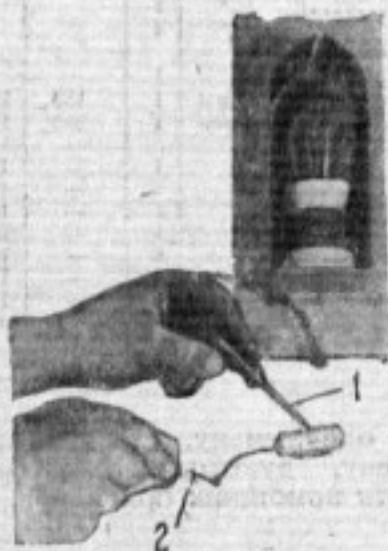

Рис. 1. Проверка конденсатора неоновой лампы
эбонитовой или резиновой трубке. Второй провод от сети (—) также оканчивается острым наконечником в изоляционной оправе. Острые наконечники 1 и 2 (рис. 1) включаются на обкладки проверяемого конденсатора. Если конденсатор пробит, то неоновая лампа дает полное яркое свечение, а осветительная горит. Если в конденсаторе имеется плохое соединение обкладок с корпусом или выводной клеммой (обрыв), то осветительная лампа не будет гореть, а неоновая — давать свечения. При проверке конденсатора, имеющего плохую изоляцию (утечку), неоновая лампа будет давать слабое свечение или же часто «мигать».
3) **Обрыв бронированного провода.** При этой неисправности двигатель не заводится. Необходимо вынуть бронированный провод из корпуса распределителя или корпус распределителя отвернуть с наконечника бронированного провода. Включив вольтметр или осветительную лампочку одним проводом на пружинный наконечник бронированного провода, а другим на массу, — включить зажигание. Если провод имеет обрыв, — вольтметр не будет давать показания, а лампочка не будет гореть. Так как при этой проверке кроме обрыва в бронированном проводе может оказаться, что неисправен замок зажигания или же нет плотного контакта между пластинками выключателя, то необходимо точно выяснить, в чем заключается неисправность и определить ее место, т. е. в бронированном проводе она или в замке-выключателе. Для этого можно применять кроме автомобильной также неоновую или осветительную лампочку сети переменного тока 120—220 вольт. Эту лампочку следует включать последовательно в один из проводов, идущих от штепселя. Концы этих проводов нужно включать в проверяемые места, т. е. бронированный провод или замок-выключатель зажигания, подобно тому, как это было рекомендовано в статье «Неисправности генератора» (см. журнал «За рулем» № 5, 1936 г., рис. 1 и 2, стр. 13).